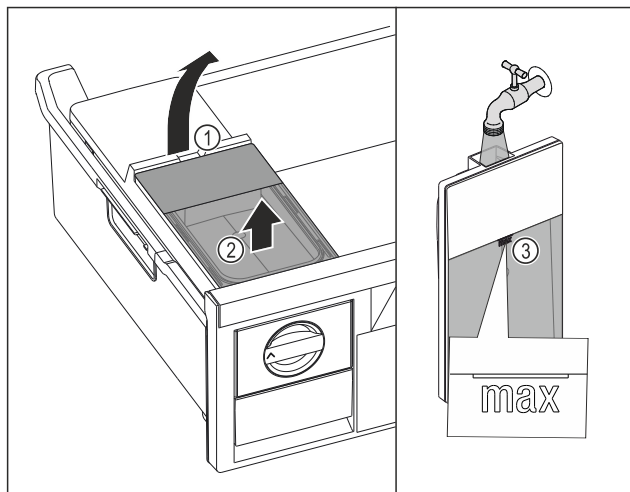

Fig. 128
- Lyft vattenbehållaren i fördjupningen Fig. 128 (1).
- Ta ut vattenbehållaren uppåt. Fig. 128 (2)
- Fyll vattenbehållaren med dricksvatten upp till markeringen Fig. 128 (3).